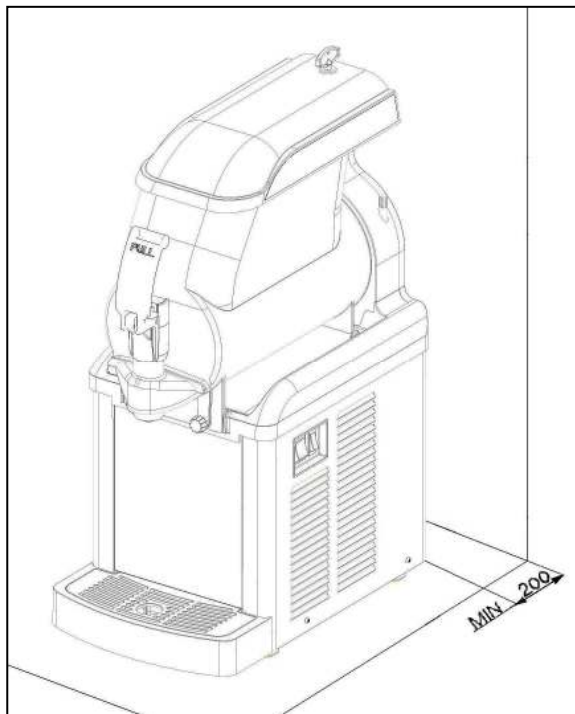

Fig. 2
b) Déposer l'appareil sur une surface horizontale et solide de manière à ce que la carrosserie soit bien aérée (laisser un dégagement minimum de 8 inch, fig. 2), installer l'appareil dans un endroit sec et éviter de l'installer à proximité de sources de chaleur. **La température ambiante dans le local où l'appareil est utilisé doit être comprise entre 75°F et 90°F.**